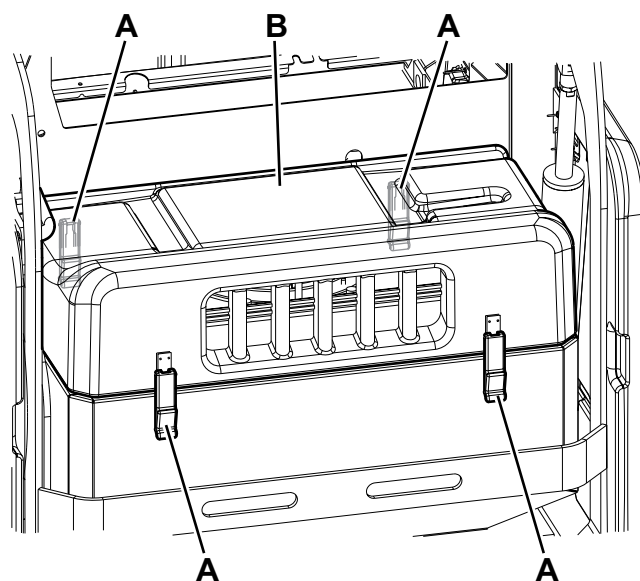

Figure 13
1. Amener la machine sur un sol plat, serrer le frein de stationnement et tourner la clé de contact (61) sur «0».
2. Ouvrir le coffre du logement batteries (18) avec la poignée (41) et le fixer au moyen de la tige de sécurité (52), puis débrancher le connecteur des batteries (45).
3. Débrancher le connecteur du moteur d'aspiration (53).
4. Dégager les dispositifs de retenue (A, Fig. 13) et enlever le coffre du système d'aspiration (B).